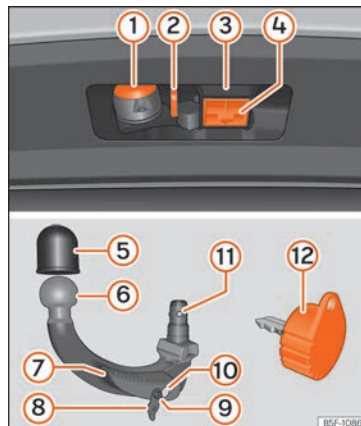

Fig. 176 Soporte del dispositivo de enganche para remolque / gancho de remolque / llave
① CUIDADO
- La zona superior del alojamiento del gancho está provista de grasa lubricante » » fig. 176 ③. Cuando use el dispositivo debe asegurarse de que no se haya eliminado.
- Extraiga el tapón de alojamiento del gancho » fig. 176 (4) hacia abajo.
- Coloque el tapón (4) en su alojamiento »» fig. 176.